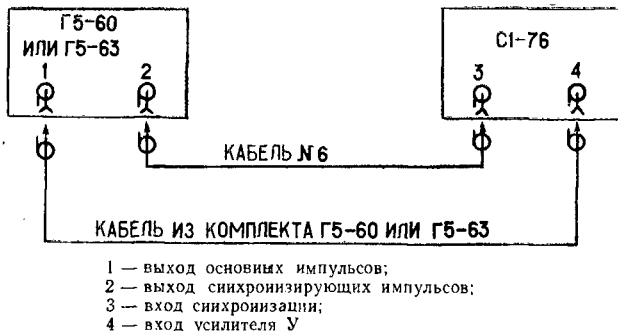

Рис. 10.
13.4.3е. Определение выброса переходной характеристики и времени установления производится путем подачи на вход осциллографа испытательного импульса положительной и отрицательной полярности от генераторов Г5-60 и Г5-63 (рис. 10) длительностью $5 \text{ } \mu\text{s}$, задержанного по отношению к запускающему на $2 \text{ } \mu\text{s}$, периодом повторения $0,1 \text{ ms}$.